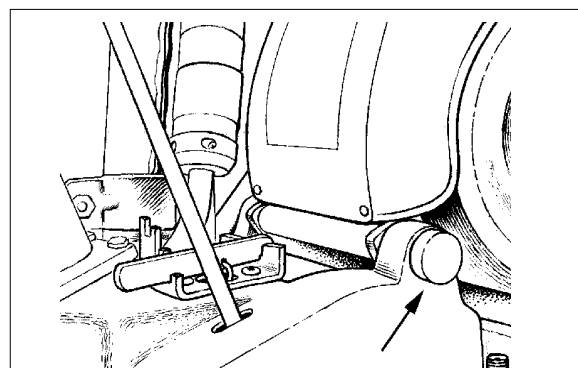

Figure 8
- Dévissez les boutons de montage du moteur pour desserrer le moteur. (Voir figure 8)